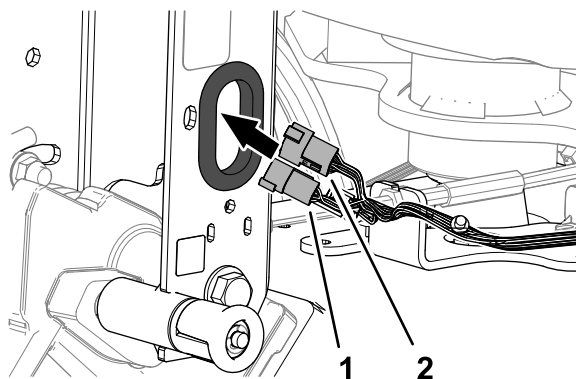

Figura 8
1. Direcionezi conectorul cu 6 pini i conectorul cu 12 pini al cablajului mainii prin garnitura de cauciuc din canalul barei de ghidare (**Figura 8**).